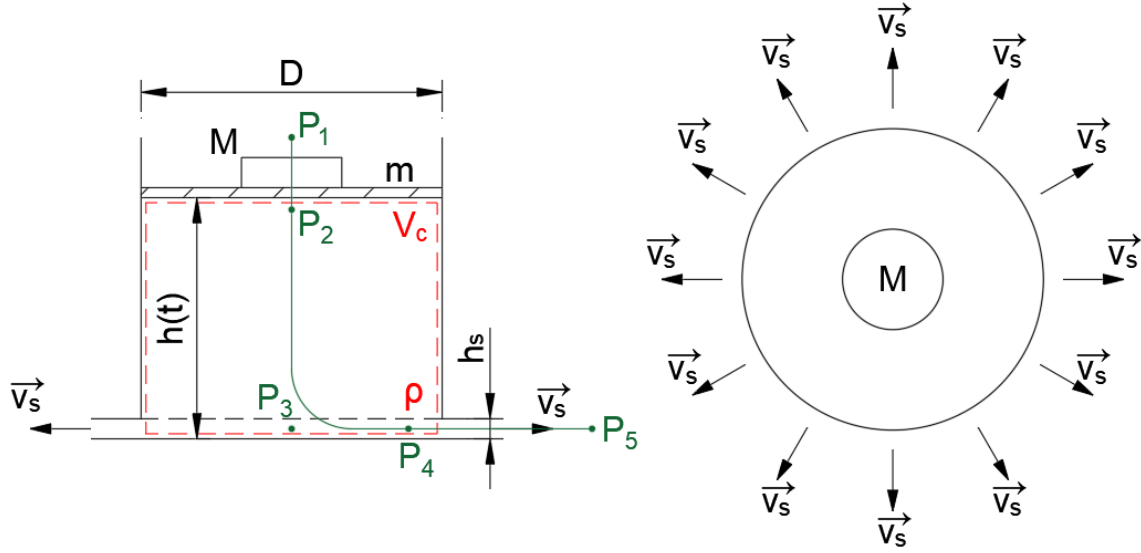

Figura 9.13: Esquema del depósito con salida de tipo anillo.
7. Para el depósito de la Figura 9.13 hallar la expresión del tiempo que tardaría en vaciarse sabiendo que $h(t = 0) = H_0$